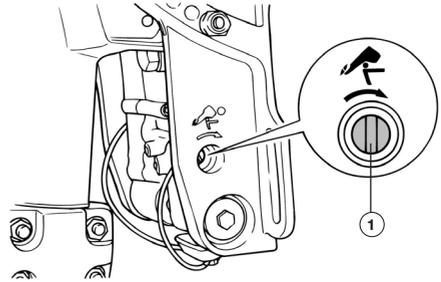

Рис. 45 Наклон мотора вручную
1. Ослабьте ручную винт 1 клапана, вращая его по часовой стрелке до упора (Рис. 45).